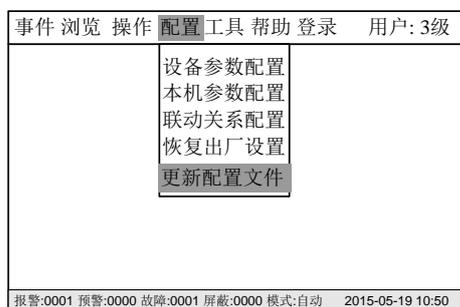

图 22-2
2. 按“→”键选择“配置”子菜单（图 22-2），选择“更新配置文件”，然后按“OK”键。